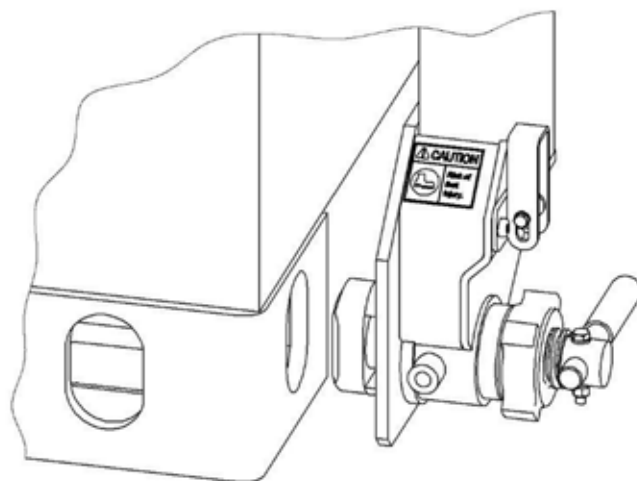

Figure 7 – 8 Guidage de la vis de fixation (en position déverrouillée)
6. Guidez la vis de fixation dans l'angle ISO. Une fois qu'elle est entièrement insérée, faites tourner la poignée Twist-Lock en position verticale. (Figure 7/8)